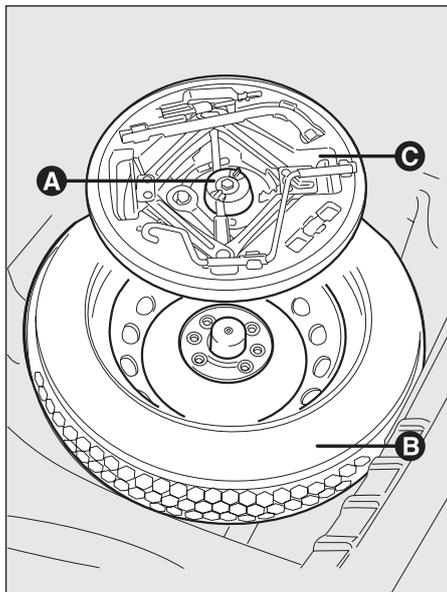

fig. 145
- dévisser le dispositif de blocage A-fig. 145 ;